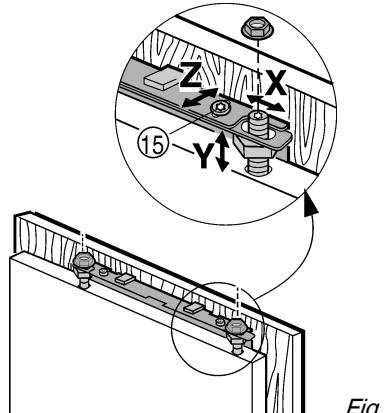

Fig. 22
- Alinear la puerta del mueble a la profundidad Z: suelte los tornillos Fig. 22 (15) en la parte superior, los tornillos Fig. 23 (24) en la parte inferior y, después, desplace la puerta.